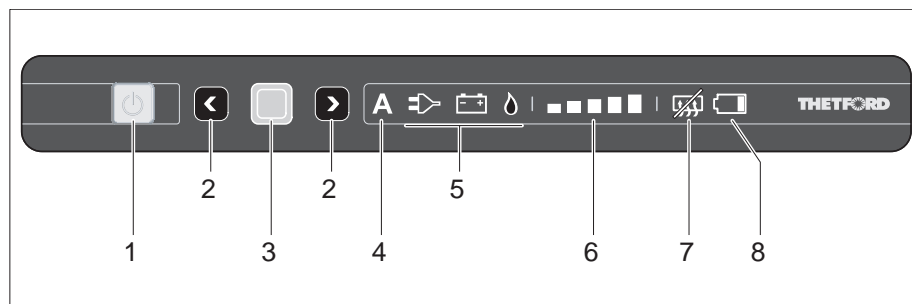

Bild 245 Bedien- und Anzeigeelemente für den Kühlschrank (Thetford ohne SES)
- Den Taster (Bild 245,1) drücken. Der Taster leuchtet grün auf. Taster erneut drücken, um die aktuellen Einstellungen anzuzeigen.
- Den Taster (Bild 245,1) drücken und halten. Alle Lampen erlöschen.
Ist der Automatikbetrieb angewählt, leuchtet im Bedienfeld die Automatikbetriebs-Anzeige (Bild 245,4) und die beste verfügbare Quelle (Bild 245,5).
- Bestätigungstaste (Bild 245,3) drücken und halten. Die Betriebsarten-Symbole (Bild 245,5) beginnen zu blinken.
- Mit den Auswahltasten (Bild 245,2) den Gasbetrieb auswählen und mit der Bestätigungstaste (Bild 245,3) Auswahl übernehmen.
- Mit den Auswahltasten (Bild 245,2) den 230-V-Betrieb auswählen und mit der Bestätigungstaste (Bild 245,3) Auswahl übernehmen.
- Mit den Auswahltasten (Bild 245,2) den 12-V-Betrieb auswählen und mit der Bestätigungstaste (Bild 245,3) Auswahl übernehmen.
- Bestätigungstaste (Bild 245,3) drücken und halten.
Die Betriebsarten-Symbole (Bild 245,5) beginnen zu blinken.
- Bestätigungstaste (Bild 245,3) erneut drücken.
Die Kühlstufenanzeige (Bild 245,6) beginnt zu blinken.
- Mit den Auswahltasten (Bild 245,2) die gewünschte Kühlstufe wählen und mit der Bestätigungstaste (Bild 245,3) Auswahl übernehmen.